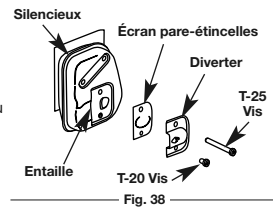

Fig. 38
- Avec un tournevis plat ou une douille Torx T-20 et T-25, dévissez les vis attachant la couverture du pare-étincelles au pot d'échappement (Fig. 38).